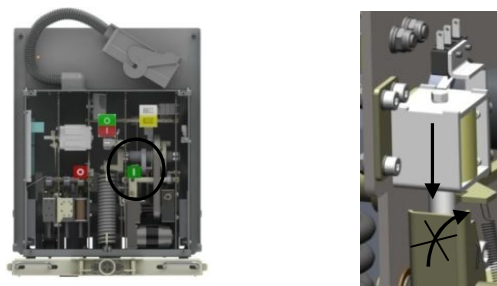

Рис. 9 Электромагнитная блокировка включения
1.4.1.6.6 Электромагнитная блокировка включения выключателя при отсутствии оперативного питания (рис. 9) позволяет блокировать спусковой механизм включения выключателя, при этом осуществляется блокировка ручного включения от кнопки «Включение» и дистанционного от электромагнита включения.
1.4.1.6.7 Опционально устанавливается электромагнитная блокировка перемещения выкатного элемента (рис. 9а). При отсутствии напряжения шток 1 электромагнита препятствует перемещению планки 2 и блокирует вращение рукоятки оперирования тележки аппаратной.
Рис. 9а Электромагнитная блокировка перемещения выкатного элемента